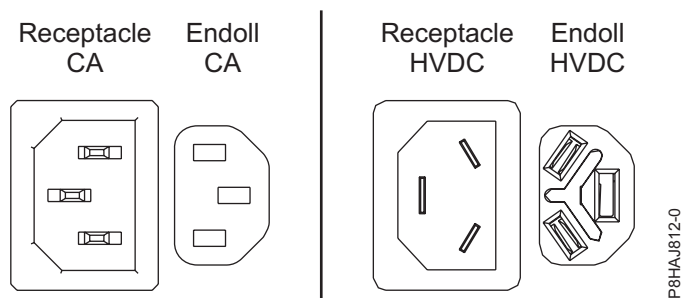
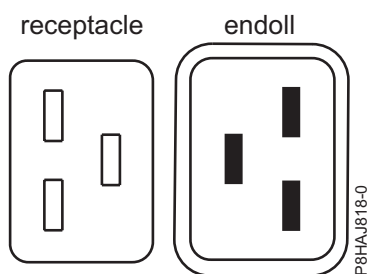
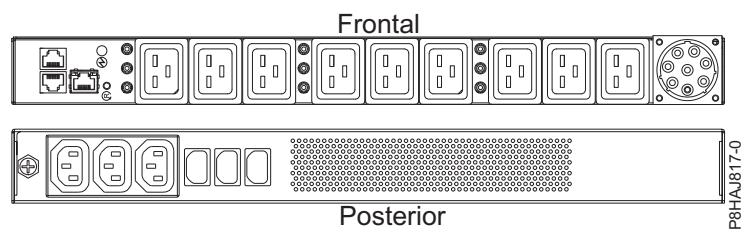

Figura 13. Connectors de CA i d'HVDC
Figura 14. Connectors per al sistema 8408-44E
Figura 15. PDU per al sistema 8408-44E
A Figura 13 a la pàgina 40 es mostren els connectors admesos de corrent alternativa (CA) i de corrent directa d'alt voltatge (HVDC). A Figura 14 a la pàgina 40 i a Figura 15 a la pàgina 40 es mostren els connectors i la unitat de distribució d'alimentació (PDU) admesos pel model 8408-44E.